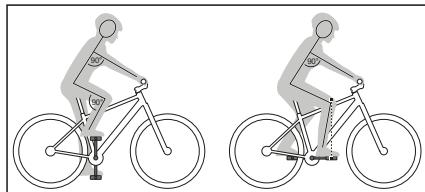

Fig. 2: position assise
- ↪ Veiller à adopter une position assise confortable et à utiliser en toute sécurité tous les composants du guidon, même pendant les longs trajets. (*Voir Fig. 2*).